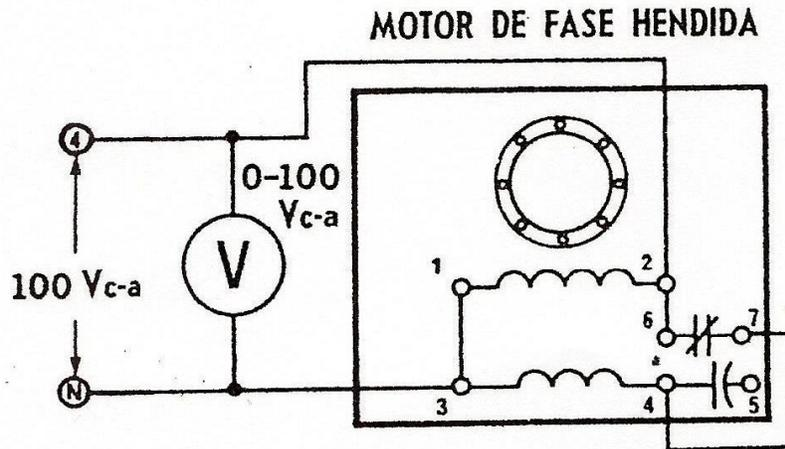

Figura 3
- 17. Conecte el circuito de la figura 3. El interruptor centrífugo se conecta en serie